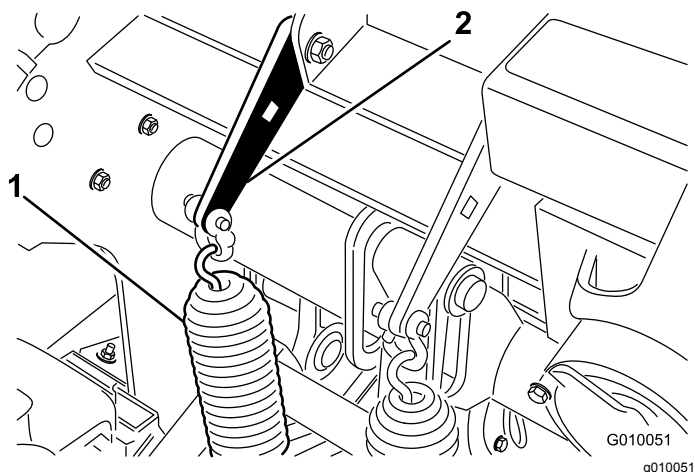

Figura 37
2. Afloje las tuercas de los pernos de cuello cuadrado que fijan los soportes de los muelles al cabezal de perforación (Figura 37). No las retire.